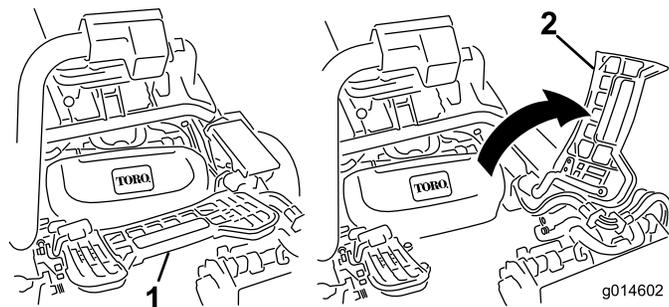

図 34
2. フット・レストを跳ね上げて開き、中央カッティングユニット取り付け位置へのアクセスを確保する（図 34）。